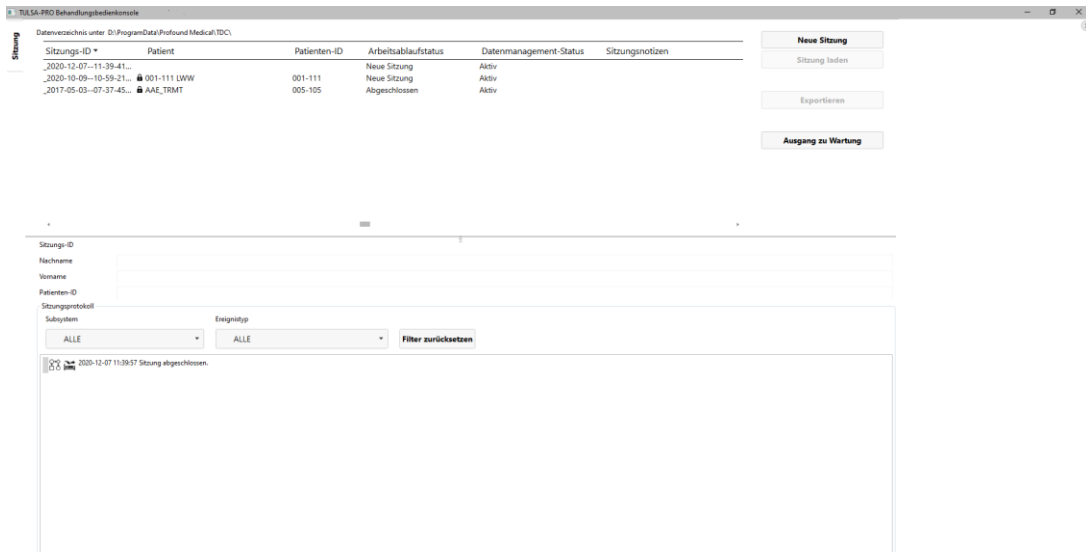

Abbildung 5: Arbeitsbereich „Sitzungsdatenverwaltung“ im TDC-Hauptmenü
1. Starten Sie die TDC-Software vom Desktop aus. Der Arbeitsbereich **Sitzungsdatenverwaltung** wird angezeigt. Klicken Sie auf **Neue Sitzung** (Abbildung 5).